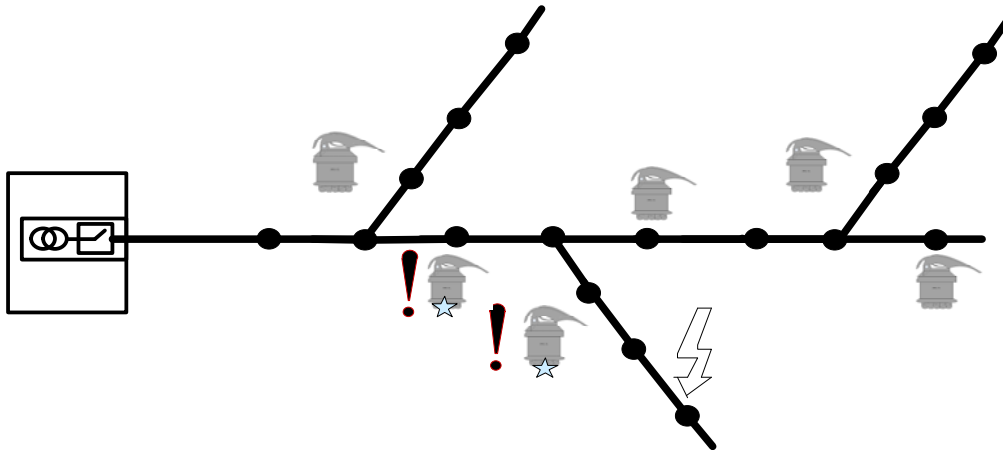

Рисунок 11 – Установка комплектов на линии с длинным стволом
- на линии с длинным стволом и длинными ответвлениями комплекты устанавливаются в начале контролируемых ответвлений и за местом разветвления, на ближайших промежуточных опорах (Рисунок 11).